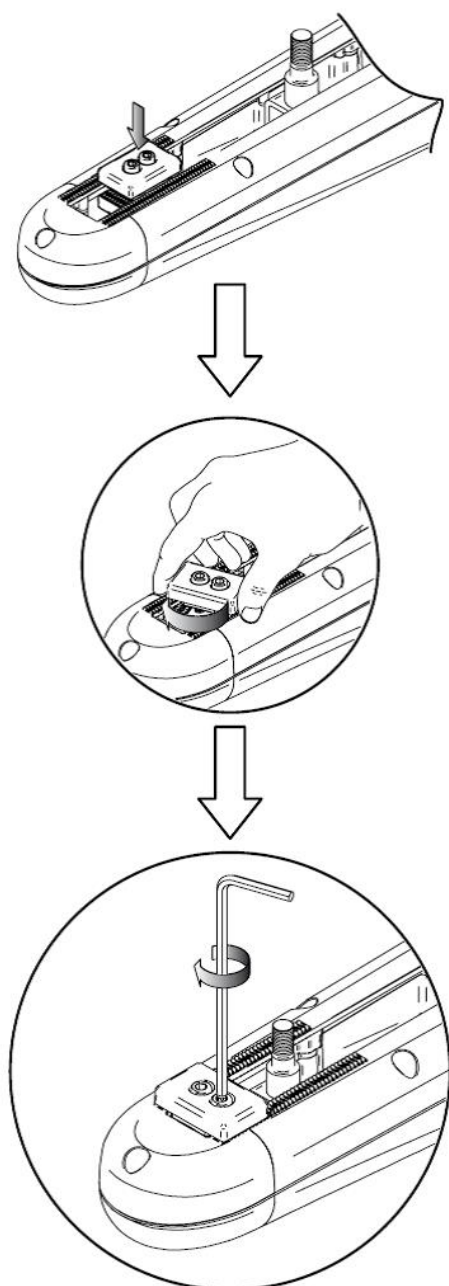

Rys. 24
11. Po zamocowaniu centralki wyjmujemy z opakowania siłowniki. Przed przystąpieniem do mocowania siłowniki należy wysprzęglić aby trzpień można było przesuwac po śrubie ślimakowej wewnątrz siłownika. W tym celu otwieramy kłapkę zabezpieczającą, wkładamy kluczyk (załączony w zestawie) i obracamy go o 1/2 obrotu (Rys. 24).